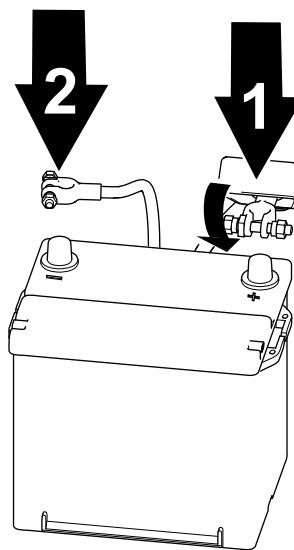

Figura 63
2. Eleve el aislante y retire el cable positivo de la batería del borne de la batería (Figura 63).
1. Conecte el cable positivo a la batería y apriete la tuerca de pinza de la batería (Figura 63).
2. Conecte el cable negativo a la batería y apriete la tuerca de pinza de la batería (Figura 63).